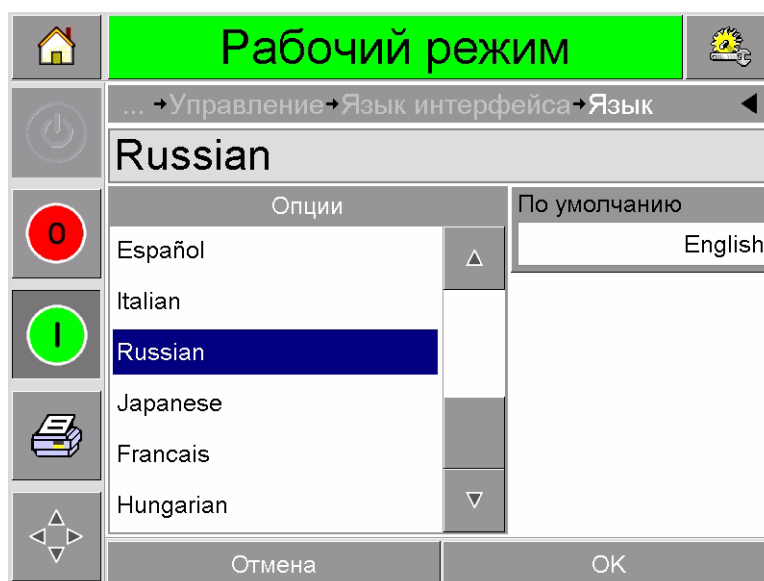

Рис. 3-12: Список регионов/стран
- 5 Нажмите кнопку «Регион». Отображается список всех доступных регионов (Рис. 3-12).